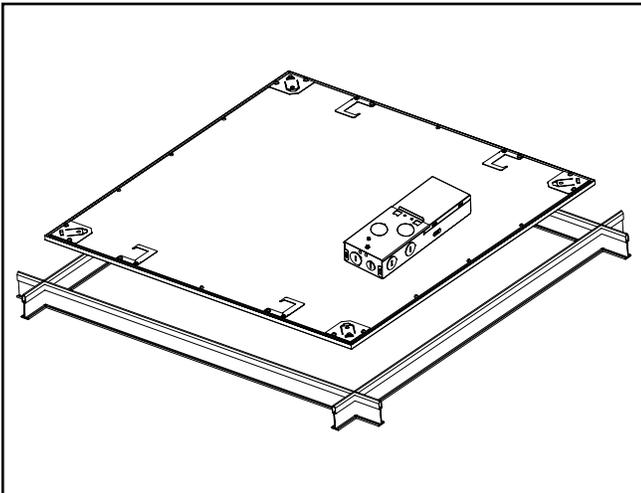

Figura 2.
5. Pase la luminaria a través de la rejilla en un ángulo de 45 grados y coloque la luminaria en la rejilla. (Figura 2.)